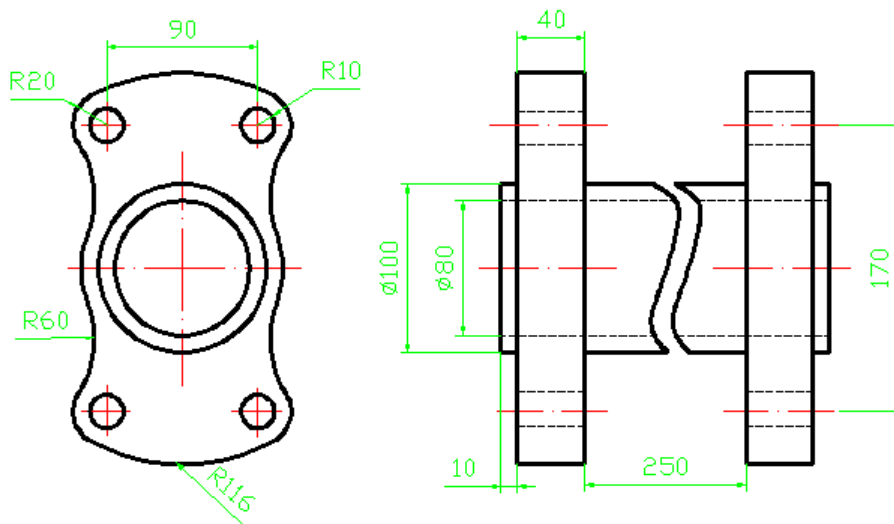

Рисунок 2 - Валик с крепежными элементами
1. Выполнить чертеж с основными видами детали (рис. 2).